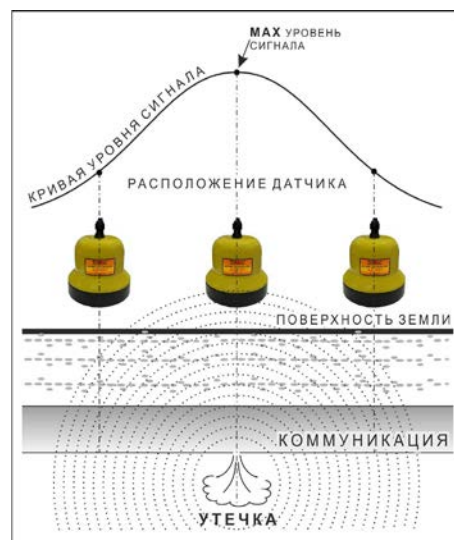

Рис.7
**4.3.1** Установить акустический датчик над предполагаемой трассой (рис.7). Включить режим «измерение» кнопкой  поз.7 рис.5, после этого следует настроить приемник на специфический шум протекающей по трубопроводу воды для этого: